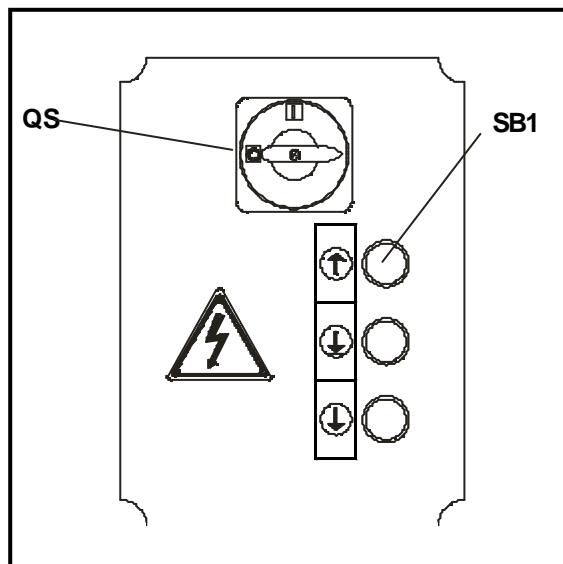

Fig.50
5) Chiudere il coperchio del quadro elettrico, ruotare l'interruttore generale (QS, Fig.50) in posizione I, premere il pulsante di salita (rif. SB1, Fig.50) e, nel caso che, al contrario, abbia inizio la discesa dei carrelli, invertire tra loro 2 fasi dell'alimentazione.
5) Close the cover of the electric box, turn the main switch (QS, Fig.50) to position 1, press the up push button (ref. SB1, Fig.49) and, if the carriage goes down, reverse the 2 power supply phases. The direction of motor rotation should be the one shown by the arrow on the pump.